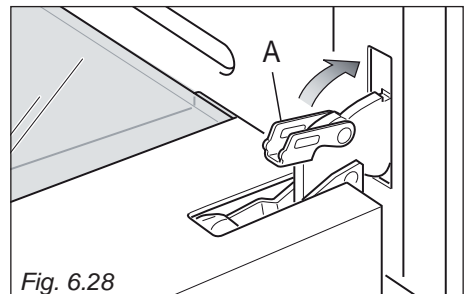

Fig. 6.28
- Fästa ugnsluckan öppen genom att öppna den helt och stänga krokarna "**A**" på vänster och höger sida (Fig. 6.28).